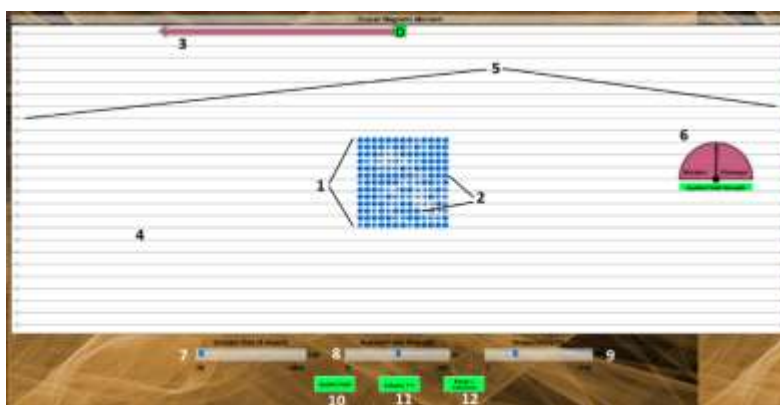

Figura 1. Simulador *Investigations in magnetism across scale*.
- Observe la figura 1 e identifique todas las herramientas con las que puede controlar las variables del simulador.